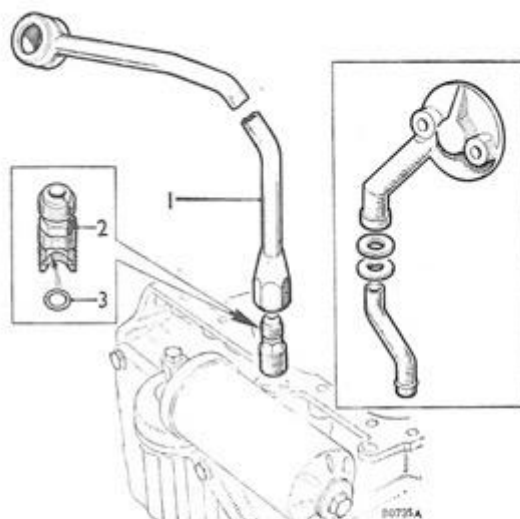

Fig. Aa.9
- 14) Fjern oliefilteret og aftag motorens olietilførselsrør sammen med (på tidligere modeller) dets gummitætningsring og fjederskive (se fig. Aa.9).